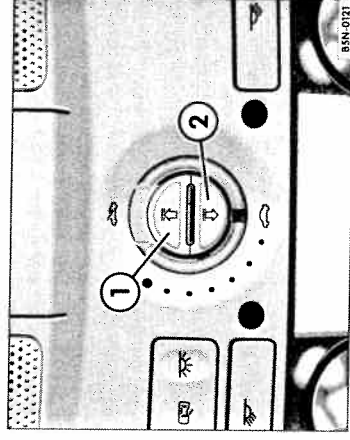

Fig. 36 Plafonul: Tasta pentru ruloul parasolar.
– Apăsați tasta ⇒ fig. 36 **1** scurt, pentru a deschide automat complet ruloul parasolar. Printr-o nouă apăsare scurtă pe tasta **1** sau **2**, procesul de deschidere poate fi oprit în orice poziție.